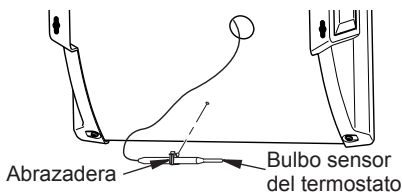

**Figura 4 - Distancias mínimas de montaje vistas desde la parte anterior del calentador**
**⚠ ADVERTENCIA:** mantenga las distancias mínimas que se muestran en la figura 4. Si puede, proporcione distancias mayores respecto al suelo, al techo y a las paredes adyacentes.